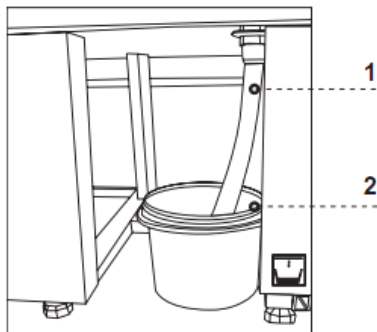

Рис.6 Контейнер для конденсата (версия без испарительной установки)
10. Установить контейнер для конденсата на подставке оборудования согласно Рис.6 (стр.43)
Если оборудование не оснащено автоматическим испарением конденсата следует удалять конденсат из контейнера по мере его наполнения Рис.6 (стр.43). Количество (частота) удаления конденсата зависит от условий эксплуатации оборудования (в частности от влажности воздуха, частоты открывания дверок, количества и температуры вкладываемых продуктов).